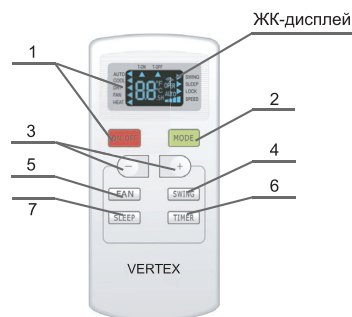

рис.5.1
5.1 Пульт управления (рис. 5.1)
● Для управления кондиционером применяется инфракрасный дистанционный пульт (рис. 5.1).
● Не роняйте и не ударяйте пульт, а также не оставляйте его под прямыми солнечными лучами. Комментарии к рис. 5.1 см. таблицу 5.1.